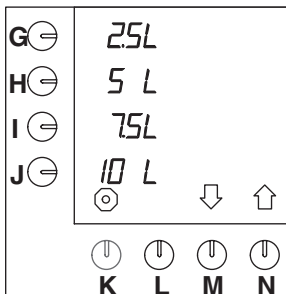

Fig. 33 Standardforvalgknapper
Automaten er som standard indstillet til enheden L (= liter). Denne enhed kan ændres. (Denne enhed er standard i displayet med præferenceknapperne (fig. 33)).
- Tryk på valgknappen (N.)↑, indtil fig. 33 vises i displayet.